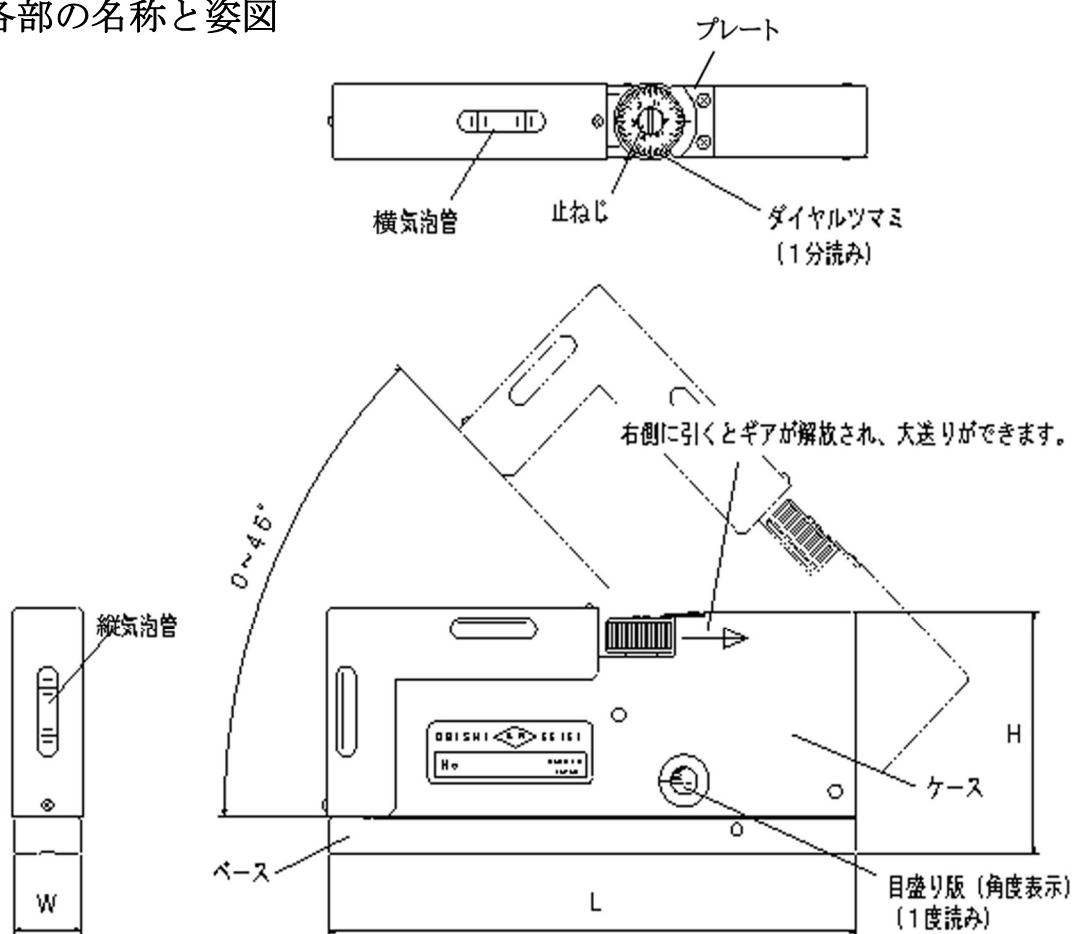

図. 1
- ① 定盤の上に本器をゼロ度に合わせて設置し、横気泡管の気泡が目盛線の中心にあることを確認してください。
- ② ダイヤルツマミをゆっくり回して、希望の角度に設定してください(1回転で1度移動します)。
③ 任意の角度にすばやく変更するには、図 1 のようにダイヤルツマミを右側に引き、ベースをワークに置いたまま上部を開いて、目盛板の表示を参考に角度を設定してください。